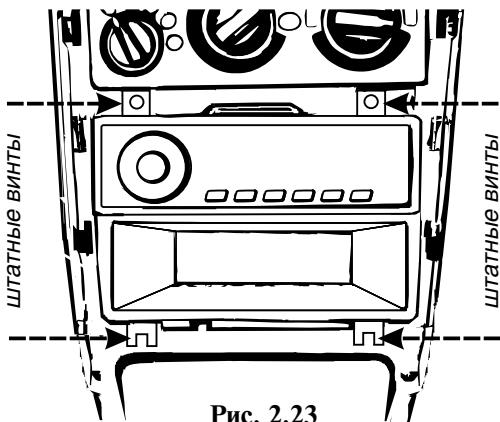

Рис. 2.23
2. Открутите четыре штатных винта, рис. 2.23, удерживающие металлический блок с отделениями для магнитолы и перчаточного ящика.
1. Выкрутите четыре самореза, расположенные в углублениях задней панели компьютера. Рис. 2.23.